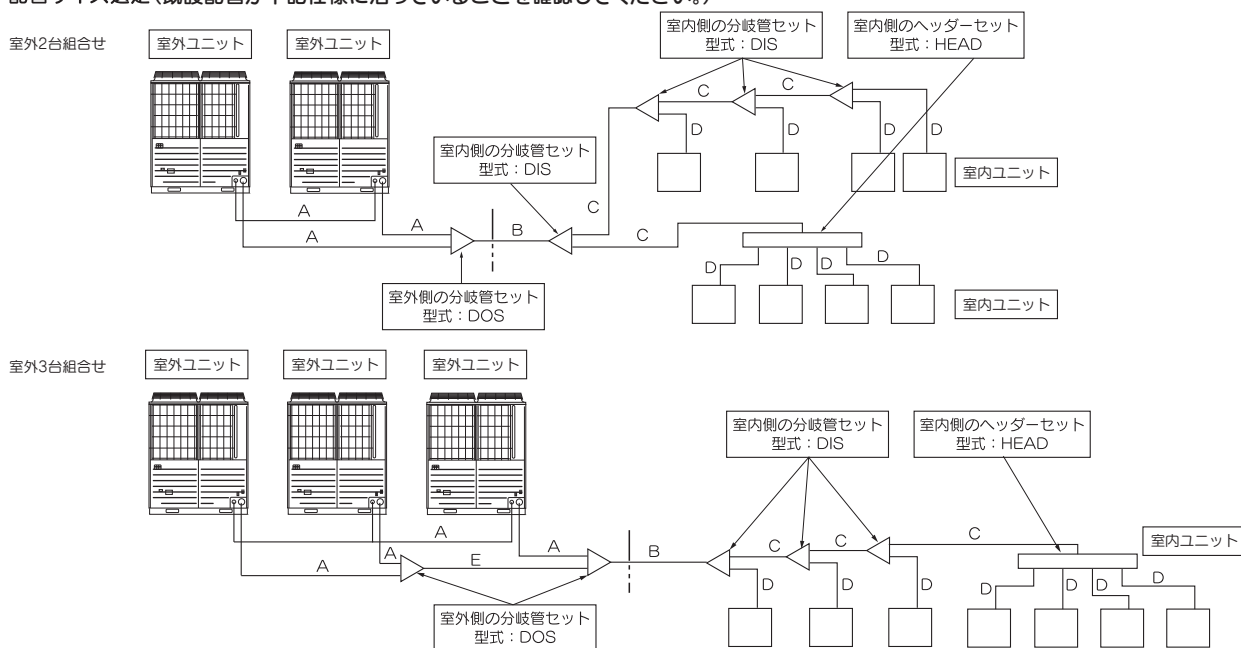

図1
1) 室外ユニット～室外ユニット側の分岐間:図1のA部
2) 主管(室外側の分岐～室内側の第一分岐間):図1のB部
3) 室内側の第一分岐～室内側の分岐間:図1のC部
ただし、主管(図1のB部)サイズを超えないでください。
4) 室内側分岐～室内ユニット間:図1のD部
室内ユニット接続配管サイズ表 ただし、主管(図1のB部)サイズを超えないでください。
5) 室外ユニット3台組合わせ時の枝管:図1のE部